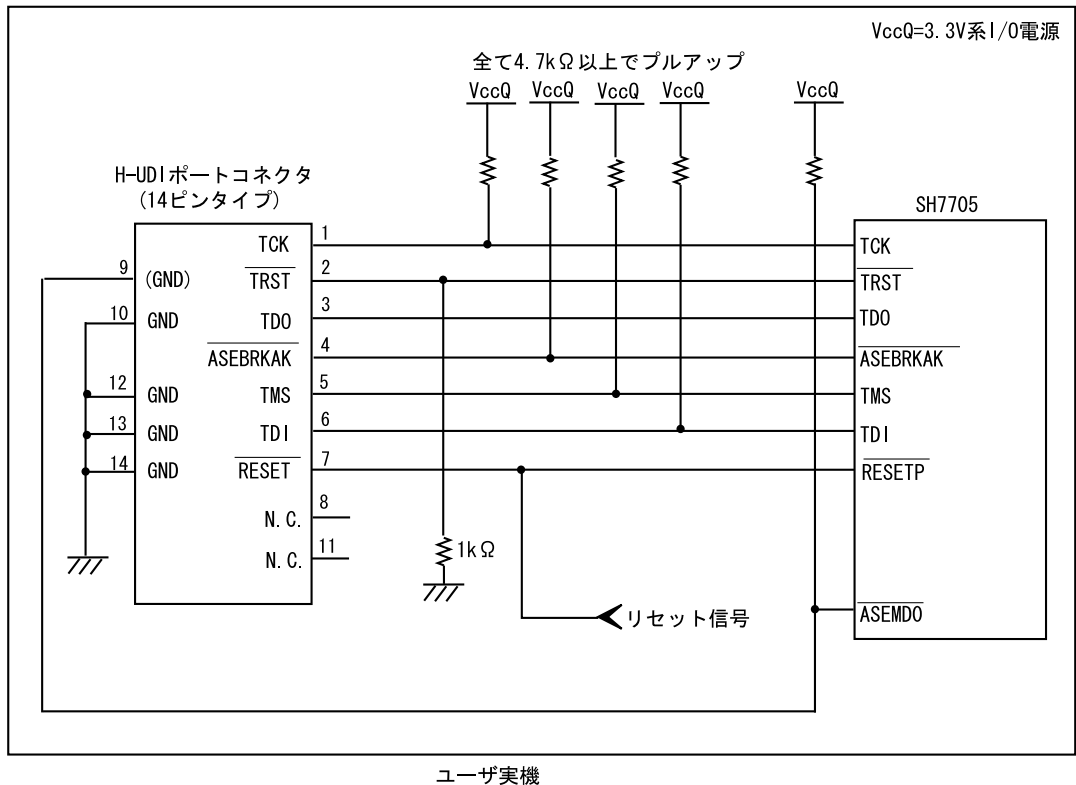

図 1.6 E10A-USB 使用時の H-UDI ポートコネクタ - チップ間の接続例
E10A-USB エミュレータ使用時の H-UDI ポートコネクタ(14 ピンタイプ)とチップ間の推奨接続例を図 1.5、UVCC 未接続時の接続例を図 1.6 に示します。
- 図 1.6 接続例で回路を組んだ場合の E10A-USB エミュレータのスイッチ設定：SW2=0, SW3=1 スイッチ設定の詳細は、「SuperH™ファミリ用 E10A-USB エミュレータユーザズマニュアル デバッグ編 3.8 章 DIP スイッチの設定」を参照してください。